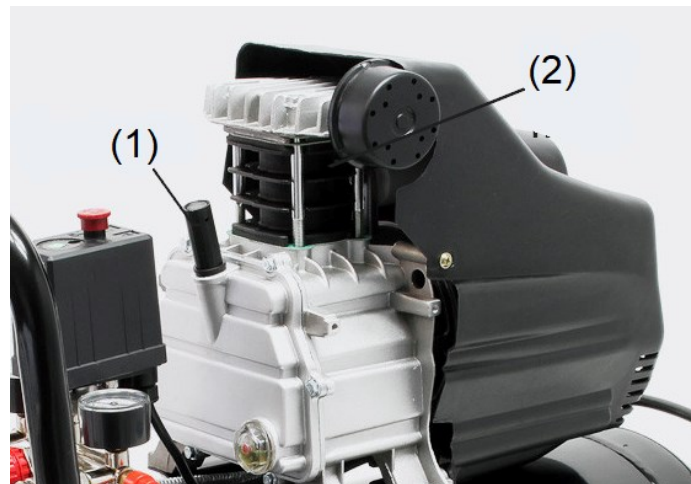

Abbildung 3
- Entfernen Sie die Abdeckung und setzen Sie das Luftrohr und den Luftfilter ein, bevor Sie den Kompressor in Betrieb nehmen (**Abb. 3**).